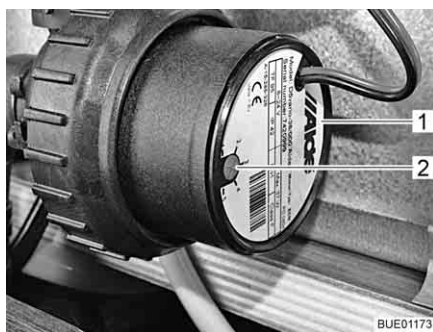

Fig. 189 Riduzione del numero di giri
Con il pomello girevole (Fig. 189,2) è possibile impostare il numero di giri della pompa di circolazione. A un numero di giri ridotto i rumori prodotti dal funzionamento della pompa si riducono.
Il pomello girevole si trova sulla pompa di circolazione (Fig. 189,1).
- Ruotare il pomello girevole (Fig. 189,2) in senso antiorario. La potenza diminuisce.